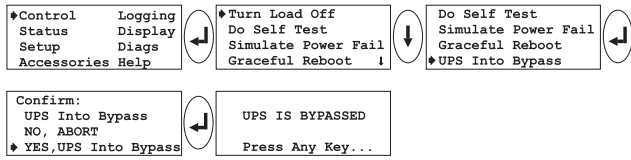

Рис. 5-24 Пуск в шунтовом режиме
10. Переведите систему Symmetra™ в шунтовой режим с помощью последовательности экранов, приведенной на рис. 5-24.